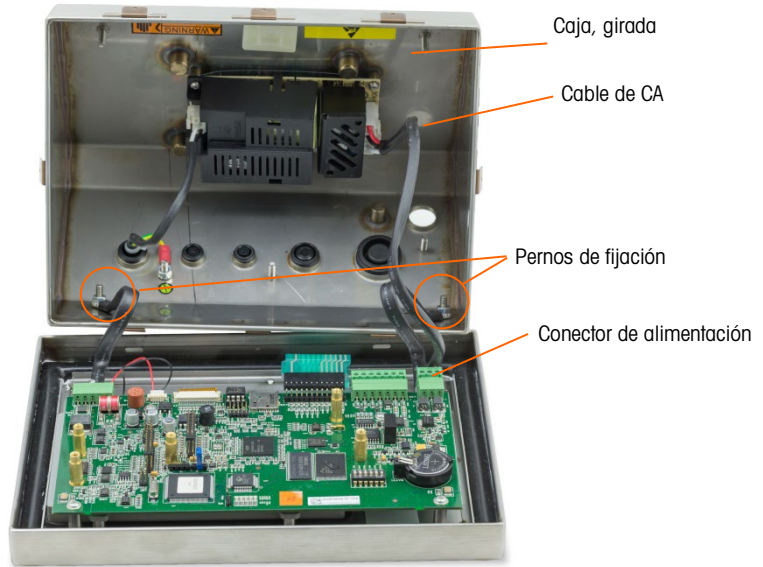

Figura A-11: Caja girado
5. Gire con cuidado la caja 180 grados y vuelva a conectar las dos cintas de conexión a tierra en los dos pernos cerca de los manguitos de sujeción (Figura A-11) con las dos tuercas retiradas en el paso D. Apriete las dos tuercas.